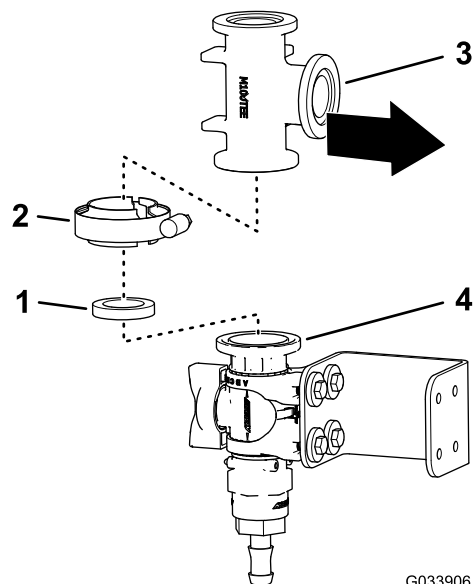
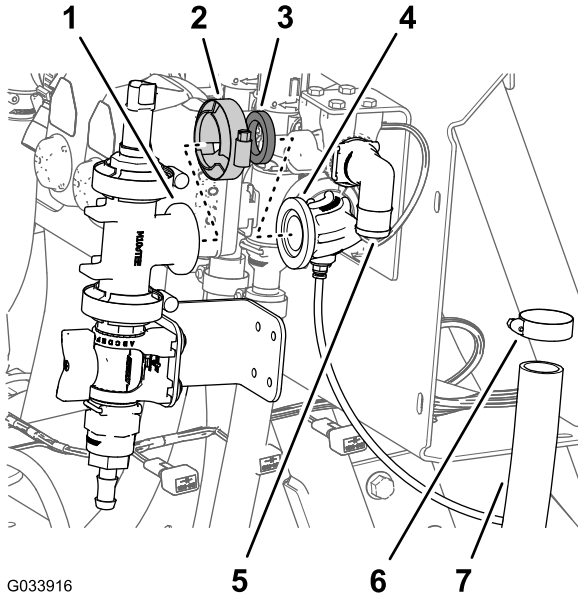
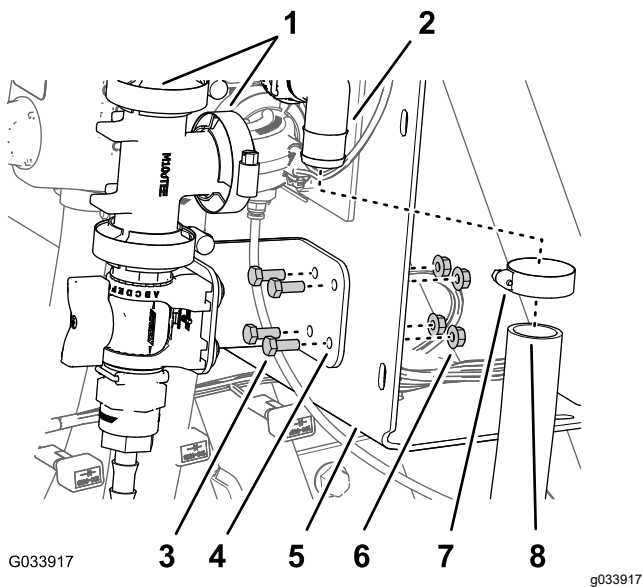

Figura 29
Figura 31
Figura 34
4. Alinee la brida del acoplamiento en T con la brida de la válvula de control, según se muestra en **Figura 29**.
5. Sujete provisionalmente el acoplamiento en T a la válvula de control con una junta y una brida de fijación (**Figura 29**).
1. Alinee la brida del acoplamiento de T con la brida del acoplamiento de 90° **Figura 31** con conector para el tubo del sensor ().
2. Ensamble provisionalmente el acoplamiento en T y el acoplamiento de 90° con una junta y una brida de fijación (**Figura 31**)
4. Retire la abrazadera, la junta y el acoplamiento en T con brida, del codo de 90° **Figura 31** con conector para el tubo del sensor ().
1. Alinee la brida del acoplamiento en T con la brida del acoplamiento de 90° con un conector para el tubo del sensor (Figura 34).
2. Ensamble provisionalmente el acoplamiento de T y el acoplamiento de 90° con una junta y una brida de fijación (Figura 34).
4. Apriete a mano la brida de fijación que sujeta la válvula de control y el acoplamiento en T (Figura 29) y la brida de fijación que sujeta el acoplamiento en T al codo de 90° con conector para el tubo del sensor (Figura 31 y Figura 34).